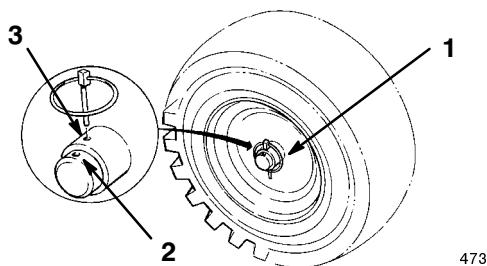

Figure 4
6. Glissez les roues vers l'intérieur et insérez les goupilles d'essieu dans les trous du moyeu et le trou intérieur de l'essieu (Fig. 4).